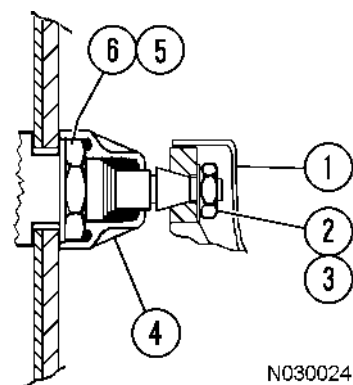

FIGURA 3-2. DETALLE DE BRAZO DEL LIMPIADOR
1. Fíjese en la posición de fijación del brazo del limpiador (1, Figura 3-2).
2. Levante la cubierta del brazo del limpiador y saque la tuerca (2) y la golilla (3).
1. Instale el brazo del limpiaparabrisas (1, Figura 3-2) en la ubicación señalada durante el desmontaje. Instale la golilla (3) y la tuerca (2). Apriete la tuerca con un torque de **16-20 N.m (142-177 in. lbs)**. Cierre la cubierta.
3. Saque la tuerca (6, Figura 3-2) y la golilla (5) de cada eje del limpiador.
3. Instale la arandela (5, Figura 3-2) y la tuerca (6) en cada eje del limpiador y apriete con la mano. Apriete las tuercas a **18-20 Nm (160-177 in. lbs)**. **NO sobreapriete. Los hilos de los ejes se dañan fácilmente cuando se aprietan en forma indebida.** Instale la tapa (4) sobre la tuerca (6).